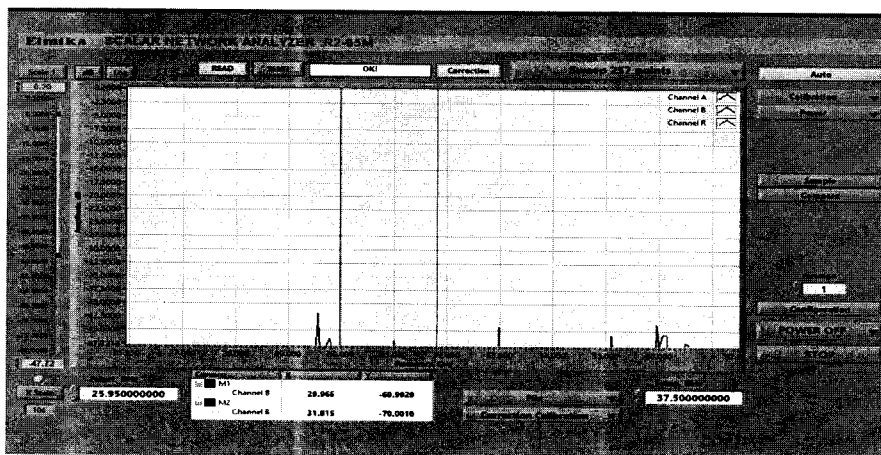

Рисунок 2
8.2.5 По завершению установки запустить ПО «**Scalar Synthesizer**». По окончании запуска ПО «**Scalar Synthesizer**» контролировать появление на экране монитора ПК виртуальную панель управления (рисунок 2).
- ПО «**Scalar Synthesizer**» установлено на ПК и по окончании его запуска на экране монитора ПК наблюдали виртуальную панель управления (рисунок 2);